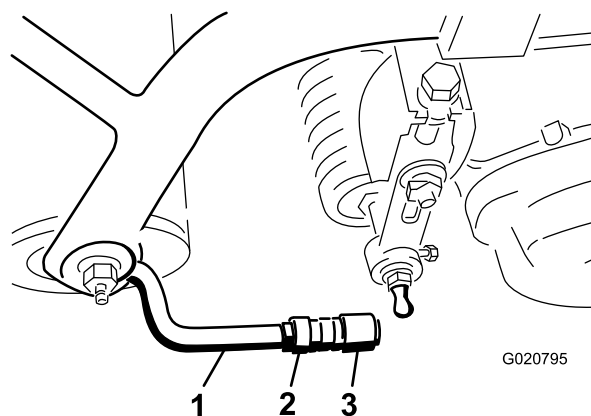

Figure 9
- Alignez les douilles de rotule de sorte que le côté ouvert soit centré vers la tige de rotule, puis serrez les écrous de blocage pour fixer les douilles en position (Figure 9).